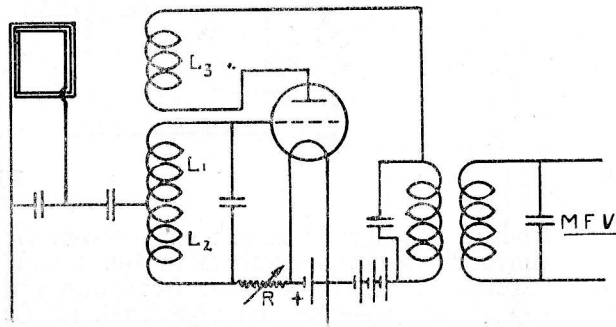

Fig. 3.
**b. het tropadyneschema. (zie fig. 3.)**